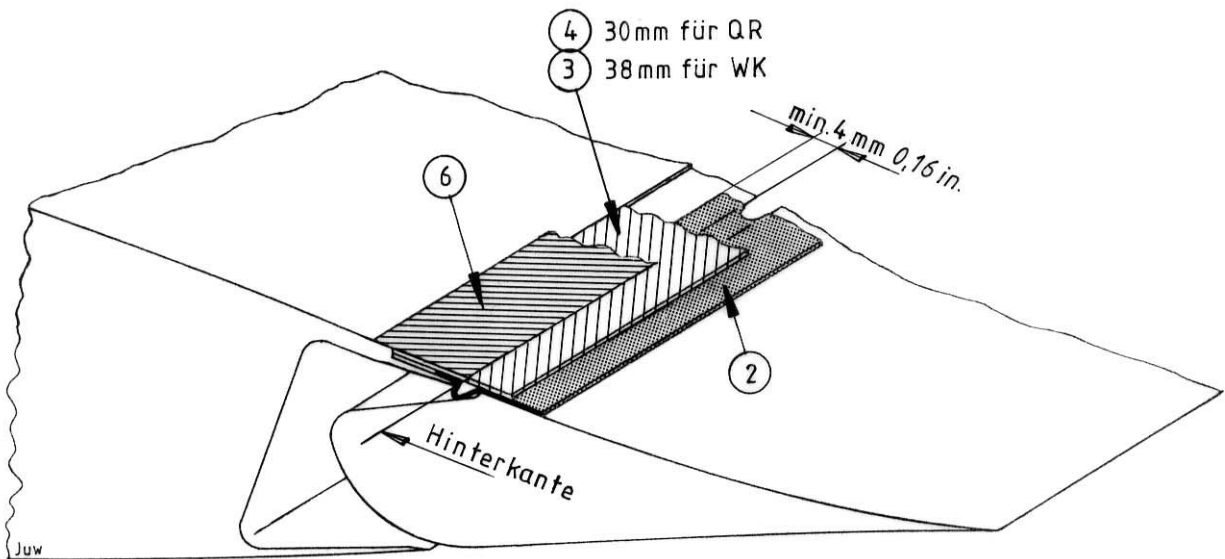

FIG. 3 Flügel-Unterseite
Nun wird der zuerst aufgetragene Hilfsklebestreifen (1) wieder entfernt, die Schutzfolie vom Abdeckband (3) und (4) abgezogen und das Abdeckband mit seinem Selbstklebefilm über die ganze Spannweite bündig auf die tiefergelegte Stufe des Flügels geklebt (Fig. 3). Beim Aufkleben ist das Abdeckband immer unter Spannung (ca. 10 kg) zu halten.
- 4.5 Jetzt wird noch ein möglichst dünnes und feuchtebeständiges Schutzklebeband (6) [z. B. weißer Tesafilm Nr. 104, ca. 25 mm breit] über die Vorderkante des Abdeckbandes (3) und (4) und der Stufe am Flügel geklebt (Fig.3). Das Schutzklebeband ist eine zusätzliche Sicherung gegen das Abschälen des elastischen Abdeckbandes von vorn, was eventuell zu gefährlichen Flugeigenschaften führen könnte.